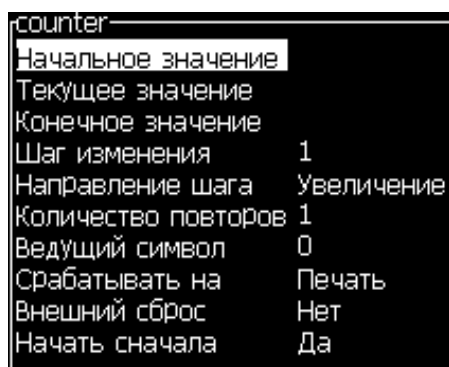

Рисунок 5-33: Диалоговое окно “New Counter” (новый счетчик)
- 4 Нажмите кнопку “Enter” (ввод) для открытия диалогового окна “counter” (счетчик) для счетчиков (смотрите Рисунок 5-33 на странице 5-44).
- 5 Установите параметры для всех полей в диалоговом окне “Counter Configuration” (конфигурация счетчика) (смотрите Рисунок 5-33).